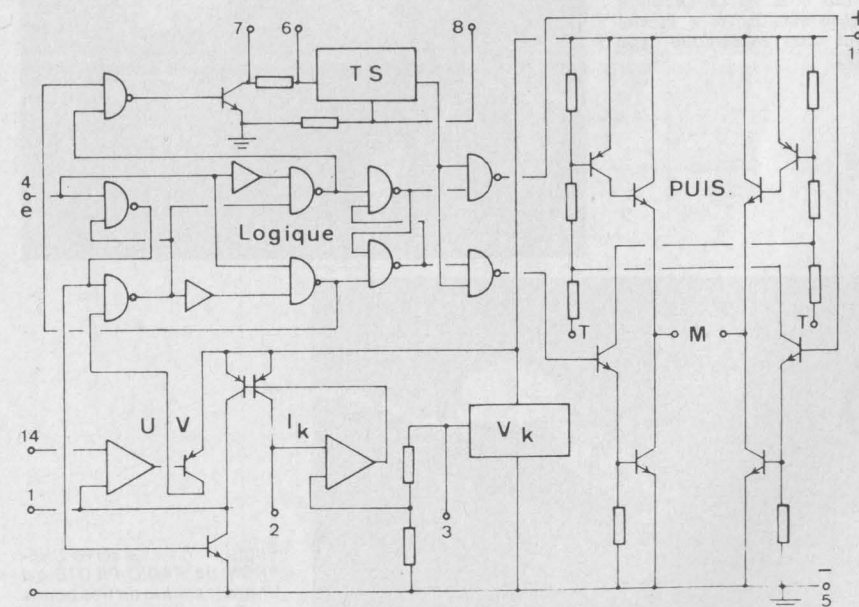

Fig. IX-15. — Structure interne du NE544.
**a) Le schéma.** (Voir fig. IX-15.)